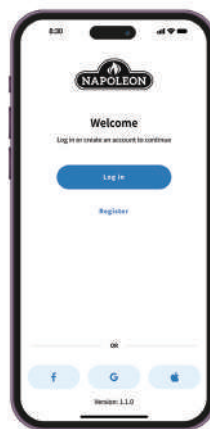

Fig. 1
1. Registre una cuenta en la aplicación **Napoleon Home** O inicie sesión utilizando su información de cuenta de Facebook, Google o Apple. (Fig 1)